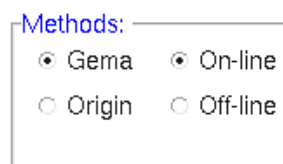

Fig. 4: Selección de métodos.
1. En la Fig. 4 se muestra la sección con los métodos que se usarán durante el análisis.